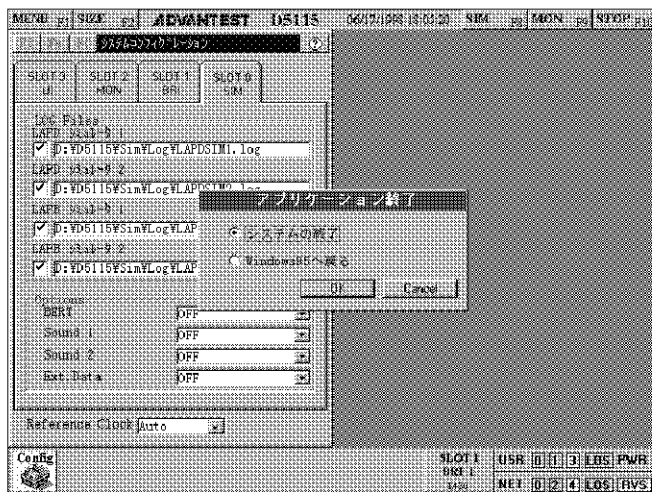

図 1-8 システム終了のメニュー
2. ↑ (または ↓) を押して、終了を選択し、**Enter** を押します。図 1-8 の画面表示になります。
2. 終了を左クリックします。図 1-8 の画面表示になります。
本器の終了時に表示される図 1-8 のシステム終了のメニューにおいて、↓キーにより **Windows95** へ戻るを選択し、**Tab** によりカーソルを **OK** に移動して **Enter** を押します。すると一度再起動が実行され、この操作により本器は Windows のみが起動された状態となります。